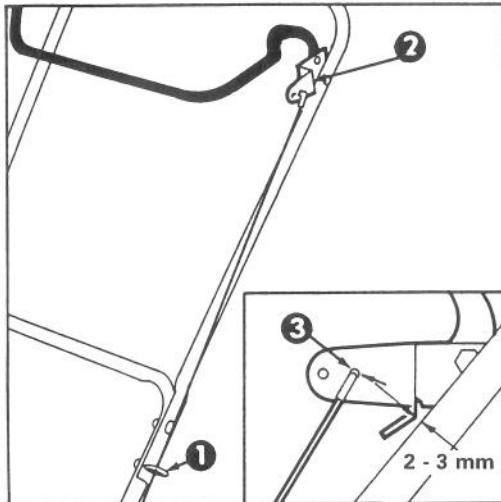

Abb. 9
(Abb. 9 und 10)
2. EINSTELLUNG PRÜFEN (Abb. 9) — Schaltstange zum Griff hinbewegen, bis der Zug nicht mehr durchhängt. Den Spalt zwischen der Schaltstangenhalterung und dem Griff sollte ungefähr 2 bis 3 mm betragen. Ist der Zug zu lose oder zu straff, zu Schritt 3 zwecks Einstellung übergehen.